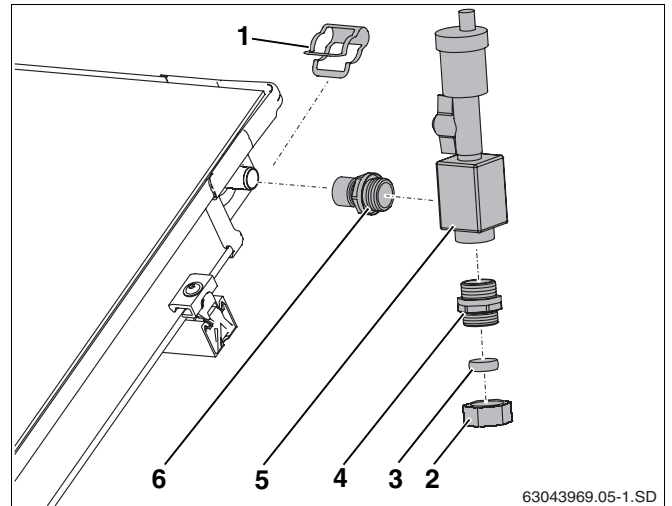

Fig. 60 Conexión del purgador
- ▶ Enrosque firmemente el casquillo (fig. 60, **pos. 6**) y el casquillo doble (fig. 60, **pos. 4**) en el acumulador de aire (junta tórica).
- ▶ Coloque el acumulador de aire (fig. 60, **pos. 5**) con el casquillo en la conexión del colector y asegúrelo con una abrazadera.
- ▶ Conecte el tubo colector a la rosca de conexión (18 mm) (fig. 60, **pos. 2**).